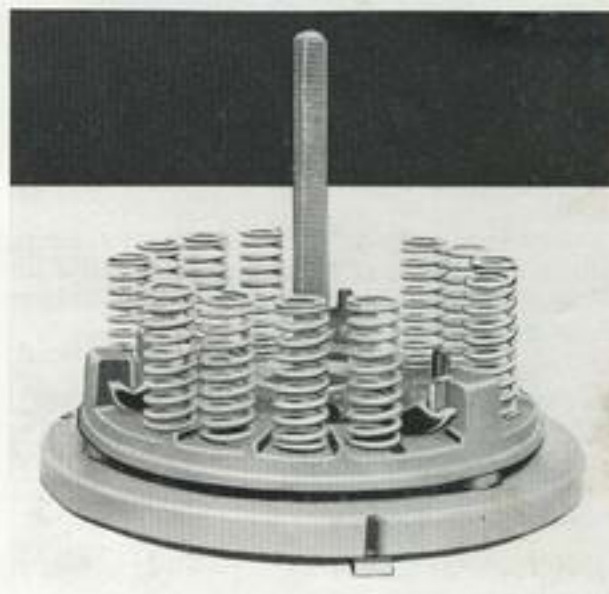

Fig. 17
- Placer les 12 ressorts sur leurs bossages (voir fig. 17).